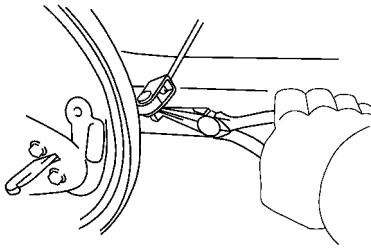

图 15-97 拆下夹扣、销子和波形垫圈
1) 拆下夹扣，销子和波形垫圈，然后脱开停车制动器钢索，如图 15-97 所示。然后拆下拉簧。